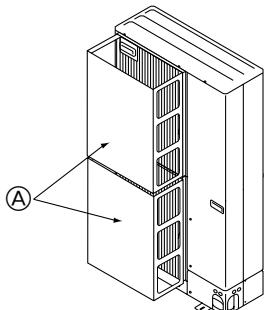

Fig. 2-15
- ① Instale uma guia de ar opcional se a unidade estiver instalada num local sujeito a fortes ventos, como no caso de tufões, por exemplo, que possam entrar directamente na saída de ar. (Fig. 2-15)